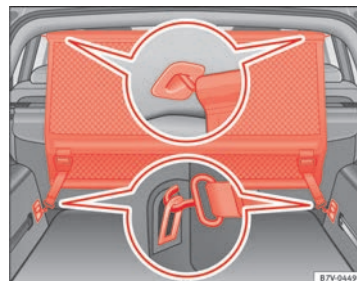

Fig. 94 En el maletero: Montar la red de separación detrás de la segunda hilera de asientos.
- Enganche la red de separación en el soporte izquierdo trasero del techo ⇒ fig. 94 A. Asegúrese para ello de guiar la varilla desde la parte superior hacia abajo.
- Sujete los dos ganchos de la red de separación en las cintas delanteras del maletero ② y tense los cinturones. ▶